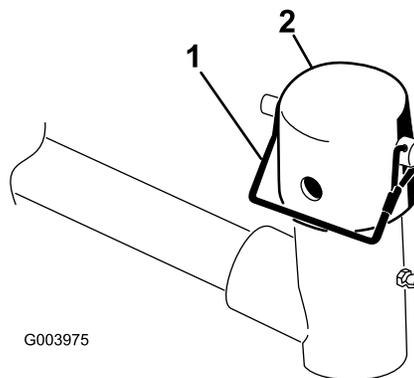

Figura 4
- In ogni braccio di sollevamento dell'apparato di taglio, rimuovete l'acciarino che fissa il tappo alla forcella del braccio di sollevamento e togliete il tappo (Figura 4).